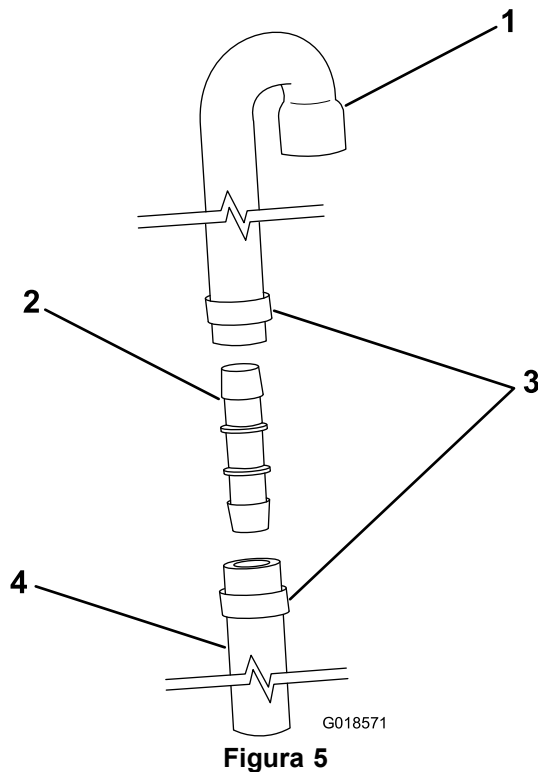

Figura 5
1. Ensamble la manguera de ventilación y la extensión con el empalme y las abrazaderas, según se indica en Figura 5.